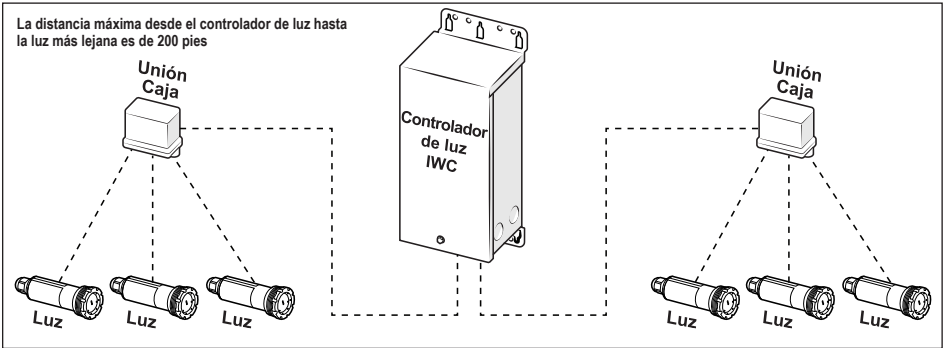

Figura 2. Red de distribución estrella
- Intente utilizar una distribución de energía de red en estrella siempre que sea posible. (Ver figura 2)